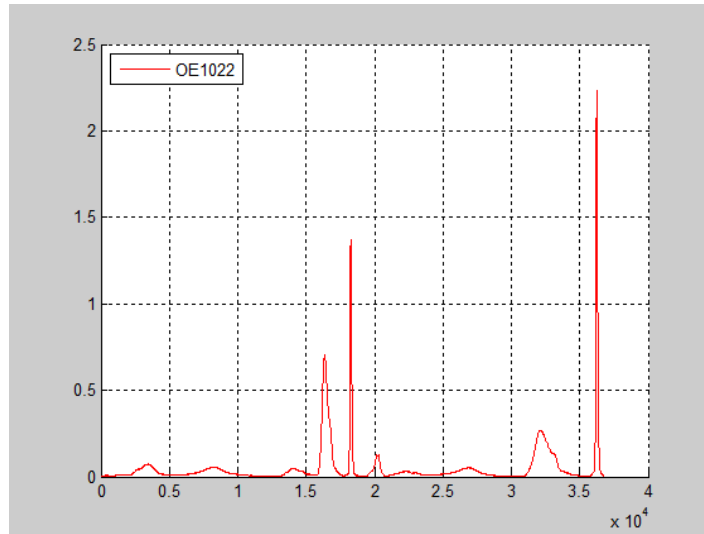

图86. OE2011/OE2021 测得的光谱曲线图
4. 开始光谱测量实验，同时利用数据采集平台采集光谱数据，可以得到如下光谱曲线图 86（未定标）：